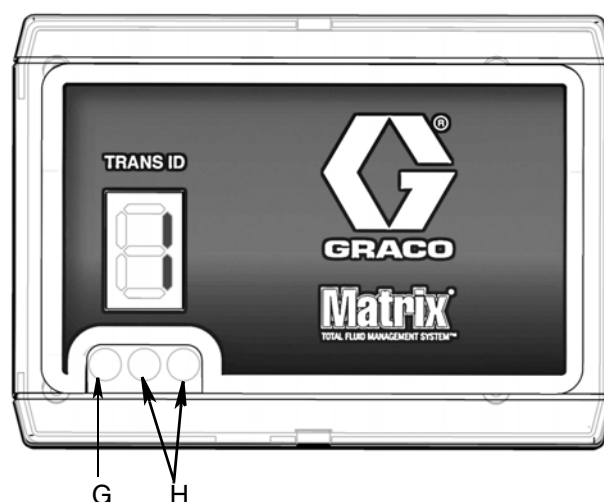

ABB. 13
**Sendeempfänger** Siehe ABB. 13